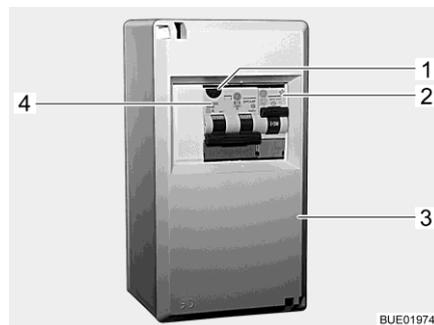
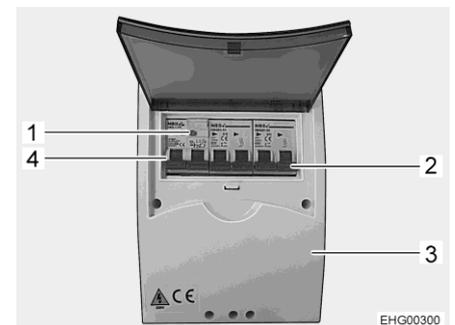

Fig. 144 Scatola dei fusibili a 230 V
Fig. 145 Scatola dei fusibili 230 V (variante)
Un interruttore di sicurezza per correnti di guasto combinato (Fig. 144,4 o Fig. 145,4) nella scatola dei fusibili (Fig. 144,3 o Fig. 145,3) protegge l'intero veicolo da correnti di guasto (0,03 A).
Per veicoli con accessori opzionali (p. es. l'impianto di climatizzazione) un ulteriore interruttore di sicurezza (10 A) (Fig. 144,2 o Fig. 145,2) protegge l'apparecchio.
- Se il veicolo è collegato all'alimentazione a 230 V, premere il tasto di controllo (Fig. 144,1 o Fig. 145,1). L'interruttore di sicurezza per correnti di guasto deve scattare.